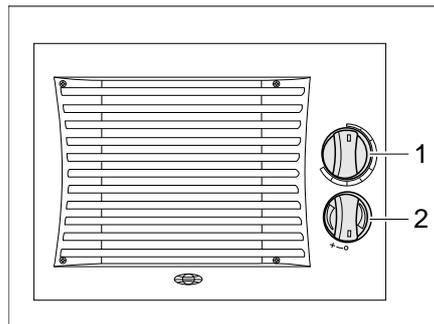

Bild 174 Bedienelemente Zusatz-Wärmetauscher
- Den Drehregler (Bild 174,1) des Durchflussreglers bis zur gewünschten Position drehen. Der Wasserkreislauf ist offen.
- Den Gebläseschalter (Bild 174,2) des Umluftgebläses im Uhrzeigersinn drehen.
- Den Gebläseschalter (Bild 174,2) auf "O" drehen.
- Den Drehregler (Bild 174,1) des Durchflussreglers ganz zurückdrehen.